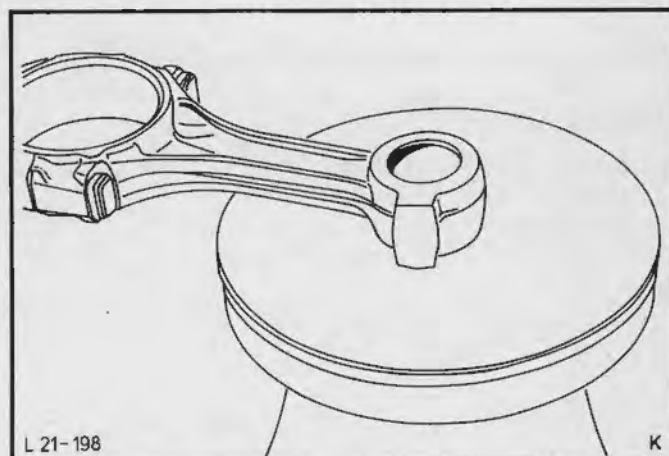

Fig.145. Plejlstangsøjet opvarmes på en varmeplade
7. Opvarm plejlstangen på en varmeplade, som vist i Fig.145, til 230° - 320°.